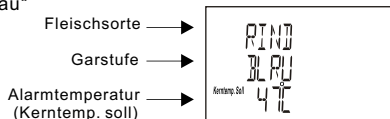

Abb. 4 – Standby-Anzeige beim normalen Garen von Rindfleisch, blau
- Alarm beim normalen Garen: Das Thermometer (Sender und Empfänger) gibt einen Alarm ab und die Hintergrundbeleuchtung schaltet ein (Alarm und Blinken, 30 Sekunden lang), sobald die Kerntemperatur die Alarmtemperatur erreicht (47 °C in Abb. 4 ist die Alarmtemperatur für Rindfleisch, blau, beim normalen Garen). Hinweis: Das Thermometer gibt weiterhin jede Minute einen Alarm ab (5 Sekunden), während die Hintergrundbeleuchtung blinkt (5 Sekunden).